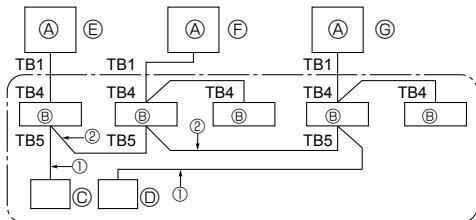

Fig. 9-1
① Mettre sous tension (coupe-circuit).
② Une fois la vanne d'arrêt de gaz fermée, activer le commutateur SWP sur la carte de commande de l'appareil extérieur. Le compresseur (appareil extérieur) et les ventilateurs (appareils intérieur et extérieur) s'enclenchent et la récupération du réfrigérant commence. Les témoins DEL 1 et 2 de la carte de commande de l'appareil extérieur s'allument.
9. Contrôle du système (Fig. 9-1)